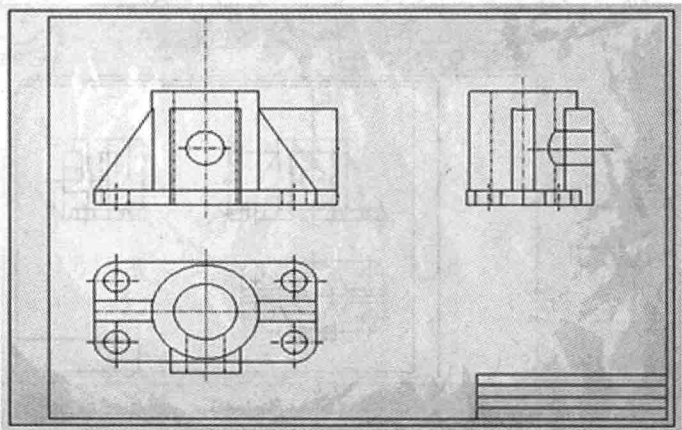

图 1-2-8
6) 在 SolidWorks 中进行适当操作, 比如将部分图线改变颜色, 如将中心线改为红色, 添加标题栏的三根横线, 相距 8mm, 如图 1-2-8 所示。具体过程将在后面详细介绍。